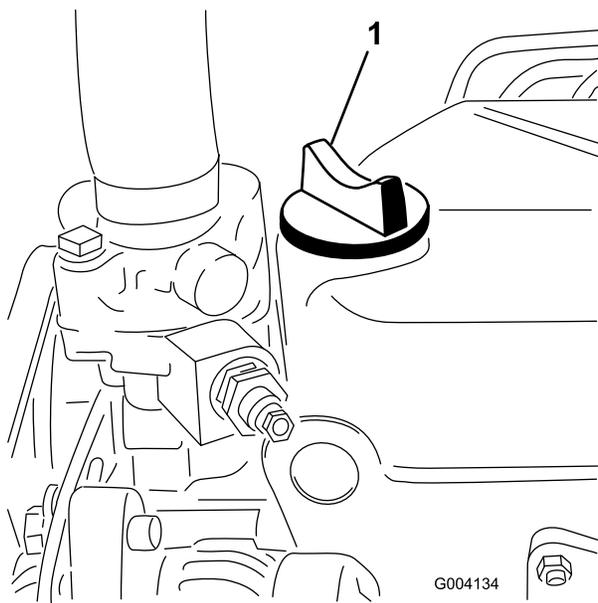

図 30
5. 不足している場合は、キャップ(図 30)を取り、Full 位置までオイルを補給する。